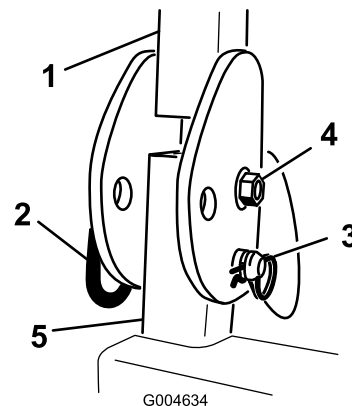

Figura 95
2. Retire el perno, la tuerca, la chaveta y el pasador que sujetan cada conjunto ROPS a los postes del ROPS (Figura 95). Retire el conjunto del ROPS.